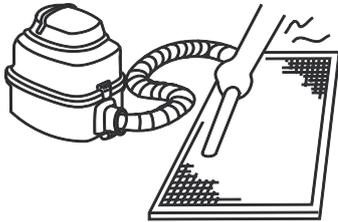

Figura 14.2
- Il lato della presa d'aria deve essere rivolto verso l'alto quando si utilizza un aspirapolvere. (Fare riferimento alla Figura 14.2)